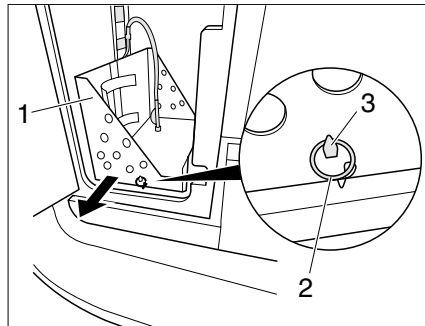
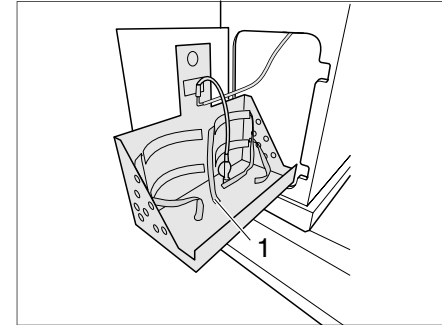

Bild 49 Gaskasten
Bild 50 Gaskasten, herausgezogen
- ▶ An der Öse (Bild 49,2) ziehen. Die Verriegelungen werden gelöst und der Gaskasten (Bild 49,1) kann herausgezogen werden (Bild 50).
- ▶ Beim Einschieben des Gaskastens darauf achten, dass die Öse (Bild 49,2) am Haken (Bild 49,3) eingehängt ist.